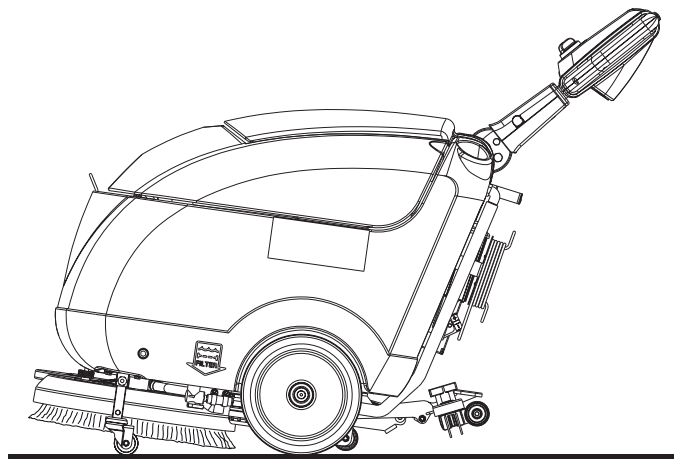

Рис. 3
9. Отпустите рычаги щетки (60) и кнопку включения (59).
10. Поверните рукоятку (52) в положение «0».
11. Включите машину, повернув основной переключатель (3) в положение «0».
12. Отсоедините шнур питания (21) от электросети и намотайте его на держатель.
13. Установите фиксирующий штифт (24) и включите парковочное устройство машины (23а), чтобы щетки/прокладкодержатели были подняты (см. рис. 3).
1. Включите машину, повернув основной переключатель (3) в положение «0».
2. Отсоедините шнур питания (21) от электросети и намотайте его на держатель.
3. Поднимите швабру (46):
4. Установите фиксирующий штифт (24) и включите парковочное устройство машины (23а), чтобы щетки/прокладкодержатели были подняты (см. рис. 3).
6. Чтобы по окончании работы не тянуть щетку/прокладку по полу и не оставлять мокрые следы, снимите щетку/прокладку с платформы с помощью выпускного устройства (описание этого действия см. в следующем разделе), затем установите ее на опору (33).